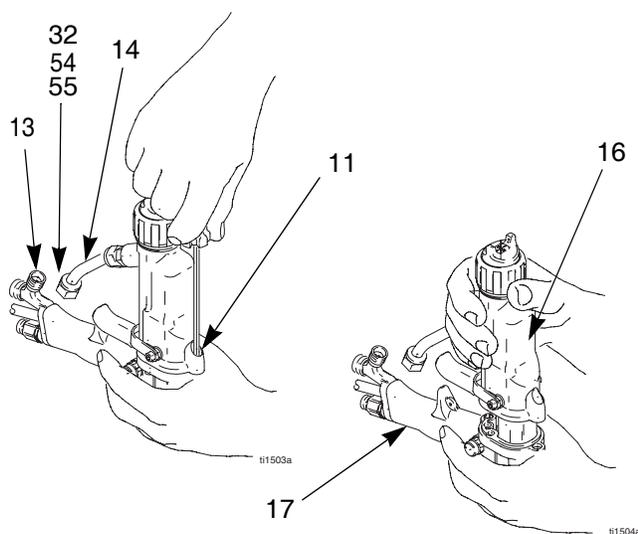

図 16. バレルの取り外し
4. 片手でガンハンドル (17) を持って、そしてまっすぐにハンドルからバレル (16) を引き抜きます。図 16 をご参照下さい。